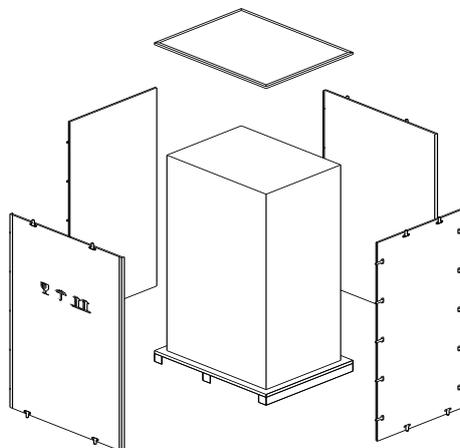

Fig.3-3 Smontare il contenitore
3. Aprire con il pannello superiore del contenitore in legno, e poi i pannelli laterali (vedi fig. 3-3).